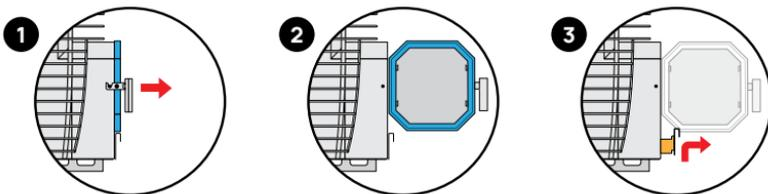

Figura 15. Desmontaje del cajón de cenizas del HIVE Flow.
- Para extraer el cajón de cenizas para vaciarlo, abra la puerta del fogón, levante ligeramente el cajón de cenizas y, a continuación, tire de él hacia fuera (el cajón de cenizas dispone de un limitador de seguridad que impide que se abra excesivamente durante el calentamiento). Consulte en la Figura 15.